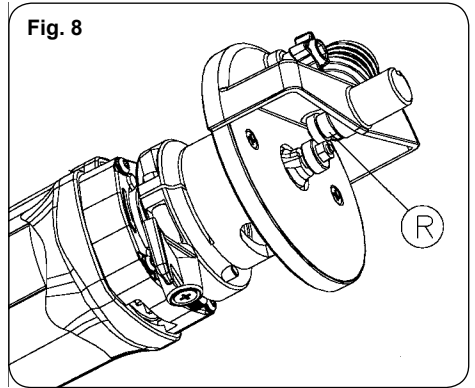

Fig. 8
5. El pivote freno R (Fig. 8) debe situarse sobre el lado frontal (no en el contorno) del rodamiento de la fresa.
La toma de aspiración lleva incorporado un pivote freno R (Fig. 8) con muelle cuya misión es frenar el aro exterior del rodamiento, evitando que gire solidariamente con la fresa y de esta forma pueda dañar la superficie del panel al colocar la fresadora en posición de trabajo.